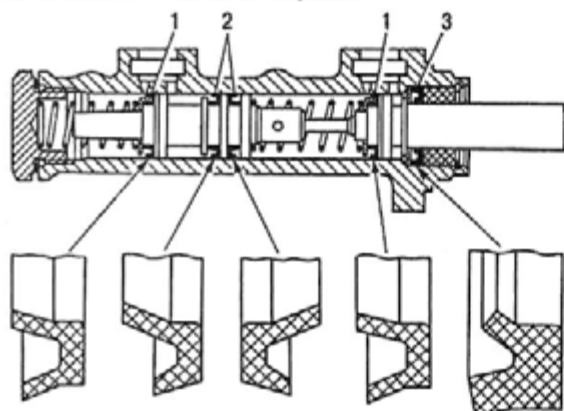

Рис. 244. Установка манжет главного цилиндра:
1. Установите манжеты на поршнях, как показано на рис. 244, избегая их перевертывания. Избегайте также перепутывания главных манжет 1 и разделительных 2 поскольку они имеют схожую конфигурацию.